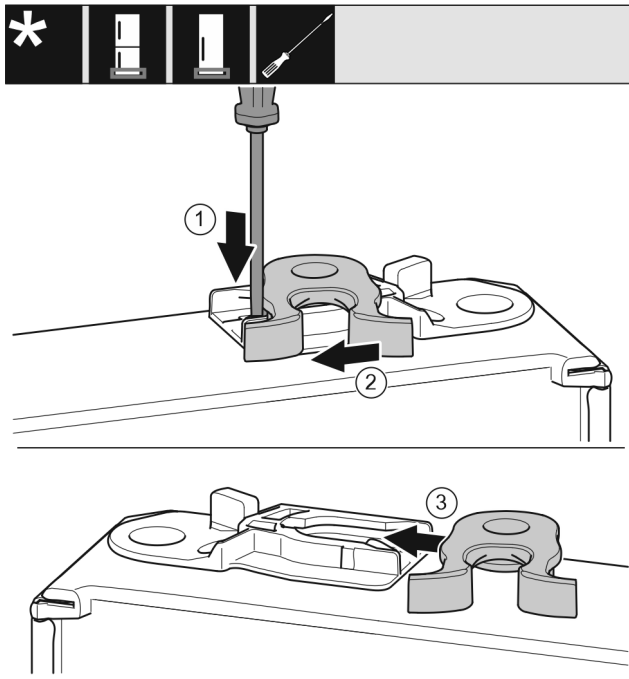

Fig. 16
- ▶ Pousser vers le bas la languette avec un tournevis plat. Fig. 16 (1)
- ▶ Tirer le crochet de fermeture en dehors du guide. Fig. 16 (2)
- ▶ Pousser le crochet de fermeture dans le guide de l'autre côté. Fig. 16 (3)